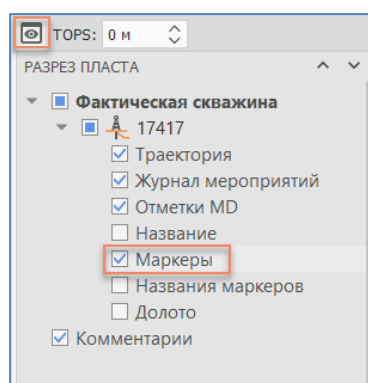

Рисунок 7. Менеджер видимости
- 8) На разрезе также можно отобразить отметку маркеров на конкретном стволе. Для этого откройте «Менеджер видимости» и включите отображение маркеров на интересующем стволе (Рисунок 7).